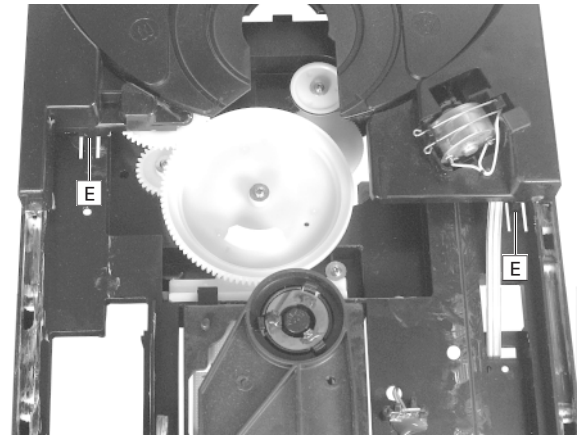

Fig. 23
- Die beiden Rastnasen  (Fig. 23) ausrasten und CD-Schublade ganz herausziehen.
- Unlock the two catches  (Fig. 23) and pull out the CD Tray completely.